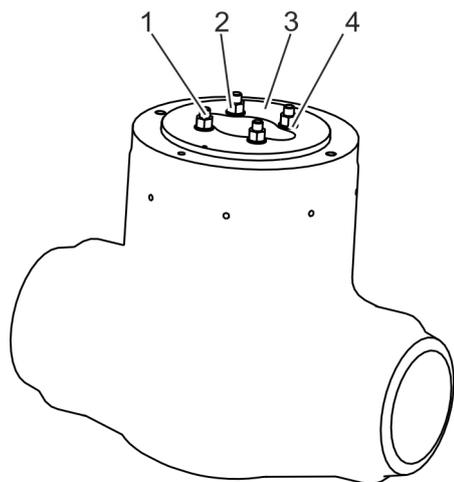

Fig. 8: Serrage des écrous
5. ➔ Resserrer à la main les écrous tendeurs (Fig. 8/2).